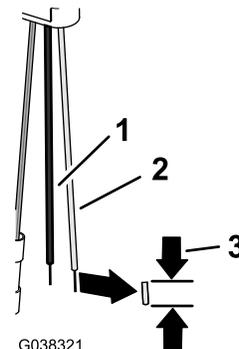

Bild 38
- Entfernen Sie 8 mm der Isolierung von den rosa und schwarzen Kabeln des 4-Stift-Adapters (Bild 38).